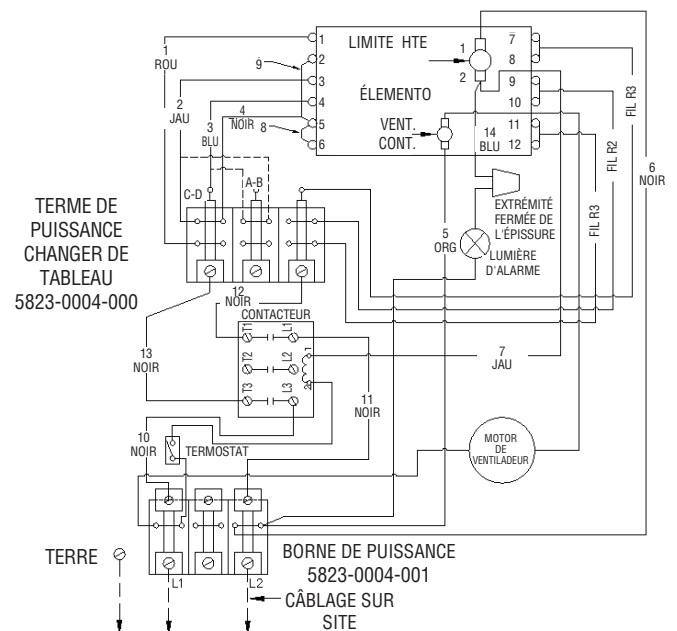

Figure 7 – Schéma de câblage
**REMARQUE :** Pour diminuer la puissance de sortie du radiateur de chauffage consultez la partie "Réglage de puissance de chauffage" au Tableau 2 et le schéma de câblage en Figure 7.
La puissance de sortie peut être augmentée ou diminuée en déplaçant des fils sur la carte de terminaisons pour modification de puissance. Le radiateur est câblé en usine pour donner une puissance de chauffe au maximum, de 17 065 BTU par heure. Si une quelconque application demande moins de puissance de sortie, référez-vous au Tableau 2 qui suit et déplacez les fils convenables sur la carte de terminaisons comme c'est montré au schéma de câblage en Figure 7.